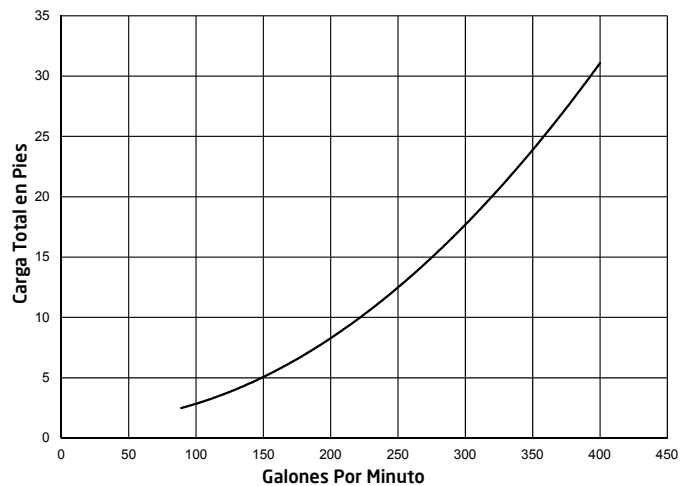

Figura 2
- Para un rendimiento óptimo, use cañerías de 4" cuando la distancia total entre la bomba y la carcasa de chorro es de 30 pies o menos. **La cañería debe ser lo más directa y libre de vueltas y curvas posible porque los codos y otros accesorios pueden crear grandes pérdidas de fricción y reducir el rendimiento del sistema. Se debe usar la longitud más corta de tubería con el número mínimo de conexiones posibles para evitar cualquier pérdida significativa de fricción debido a la tubería y los accesorios.** NOTA: Consulte la Figura 2 para la curva de pérdida de carga BaduJet Imperial.
- Se puede usar un máximo de siete (7) codos de 90° con 30 pies de tubería horizontal de 4" para la línea de succión y 30 pies de tubería horizontal para la línea de descarga sin afectar negativamente el rendimiento del sistema.
- Si para la instalación se requieren más "codos", se deben usar curvas de 4" en lugar de los codos. Cuando se utilizan curvas en lugar de codos, se puede usar un máximo de nueve (9) curvas de 4" con 30 pies de tubería horizontal de 4" para la línea de succión y 30 pies de tubería horizontal de 4" para la línea de descarga sin afectar negativamente el rendimiento del sistema.